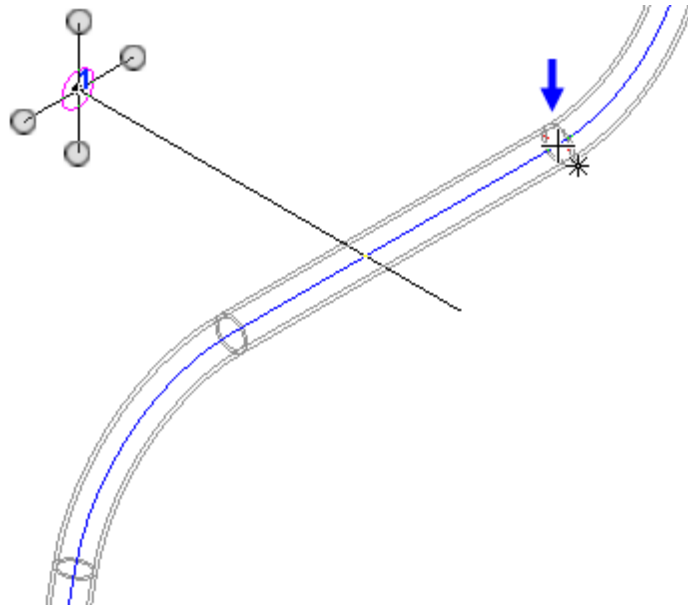

рисунок 49
- В качестве второй вершины ломаной укажите вершину траектории первой Трубы. Курсор должен находиться в режиме указания вершин  $\dagger_*$  (рис. 49).